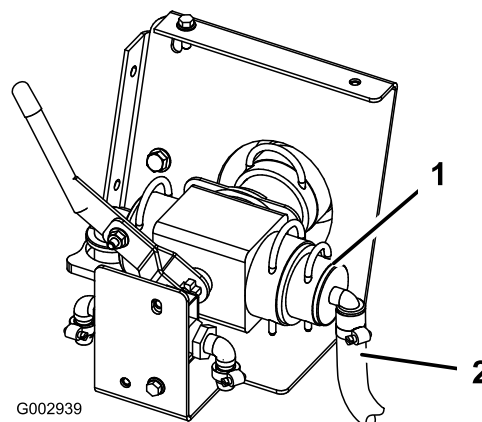

Figura 33
21. Collegare il gruppo flessibile da 3/4 poll. al gruppo valvola di comando rivolto verso la parte anteriore del veicolo (Figura 33).